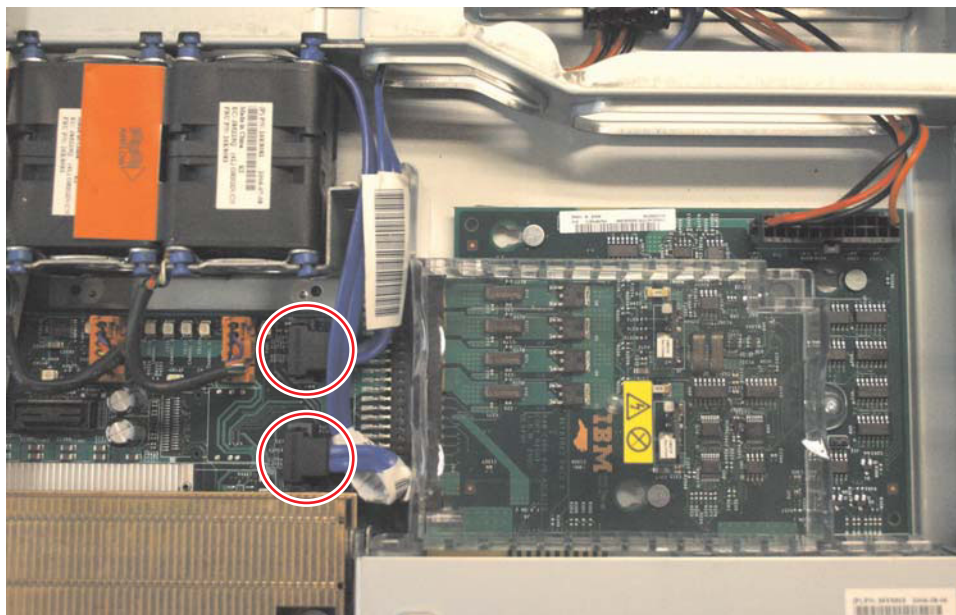

図 119. SAN ボリューム・コントローラー 2145-8G4 ディスク・ドライブ・バックプレーン コネクター
8. 図 119 に示すようにシステム・ボードから 2 本の青色の信号ケーブルを外し、電源機構バックプレーン・カードから電源ケーブルを外します。